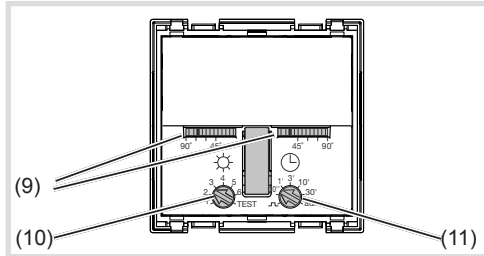

Bild 8
Der Erfassungswinkel kann für die rechte und für die linke Seite je Einsteller (Bild 8, 9) zwischen 45° ... 90° eingeschränkt werden. Somit kann der Erfassungswinkel zwischen 90° und 180° liegen (Bild 5).
- Potenziometer Ansprechhelligkeit (Bild 8, 10) auf Position TEST einstellen.
- Potentiometer Nachlaufzeit (Bild 8, 11) in die gewünschte Position drehen.